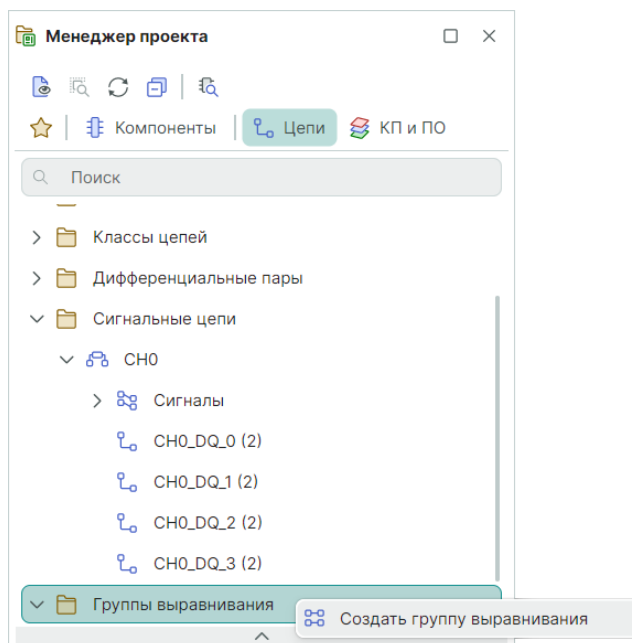

Рис. 366 Выбор пункта меню «Создать группу выравнивания»
1. В панели «Менеджер проекта» → «Группы выравнивания» из контекстного меню выберите пункт «Создать группу выравнивания», см. Рис. 366.